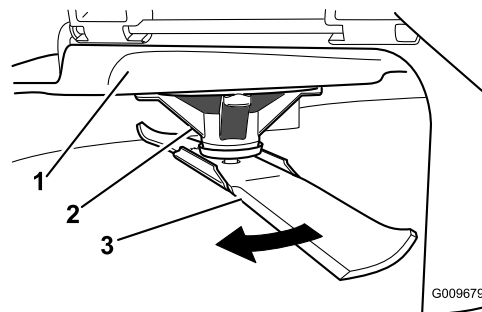

Figura 52
2. Usando luvas almofadadas ou outra proteção adequada para as mãos, rode lentamente lâmina a medir para uma posição que permita uma medição efetiva da distância entre a extremidade de corte e a superfície nivelada onde a máquina está (Figura 52).